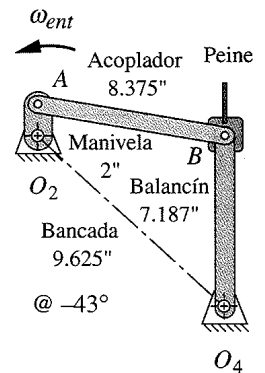

FIGURA P6-11 Problema 6-48 Mando de marco de telar
- **6-48 La figura P6-11 muestra un mecanismo que opera con su manivela a 500 rpm. Escriba un programa de computadora o use un solucionador de ecuaciones para calcular y graficar la magnitud y dirección de la velocidad del punto B a incrementos de 2° de ángulo de manivela. Compruebe su resultado con el programa LINKAGES.